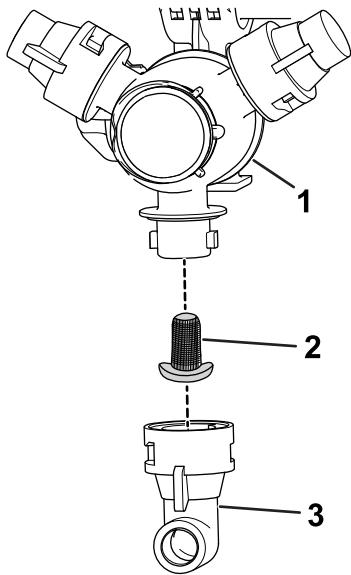

Bild 115
2. Nehmen Sie die Düse vom Sprühdrehkreuz ab (**Bild 115**).
- ### 3. Entfernen Sie den alten Düsenfilter (Bild 115)
4. Setzen Sie den neuen Düsenfilter ein (Bild 115).
- Setzen Sie die Düse auf das Sprühdrehkreuz auf (Bild 115).